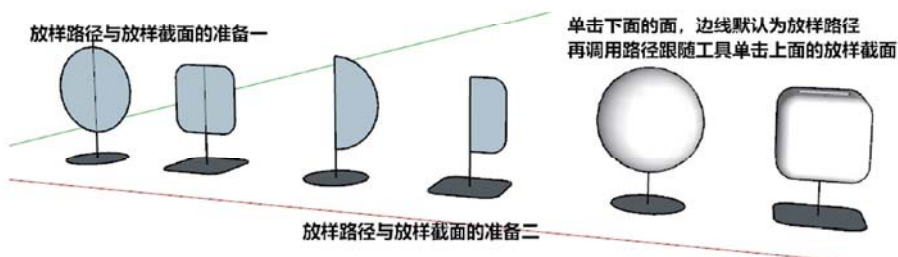

图 2.1.4 旋转放样
(1) 旋转放样同样需要放样路径和放样截面，图 2.1.4 左侧的 4 个图是做旋转放样的准备工作。
- (2) 在垂直面上画出放样的截面并截取一半（不截取也可以）。
- (3) 沿中心线往下，在水平面上画出旋转放样的形状，要跟放样截面相同或稍小些。